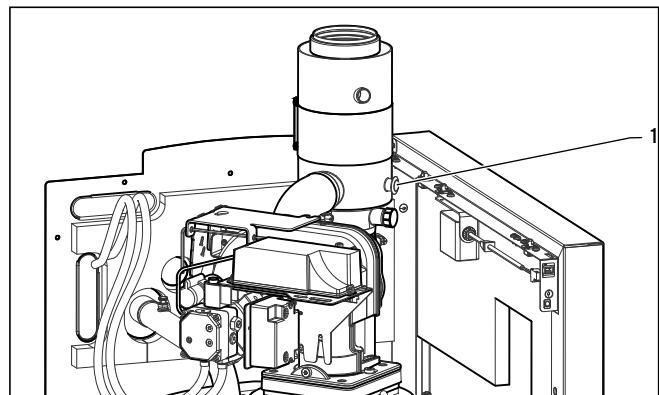

Fig. 5.1 Afgasningsledning installeres på icoVIT
- Fjern proppen (1) (se Fig. 5.1) fra den øverste åbning på luftopsugningsstudsen.